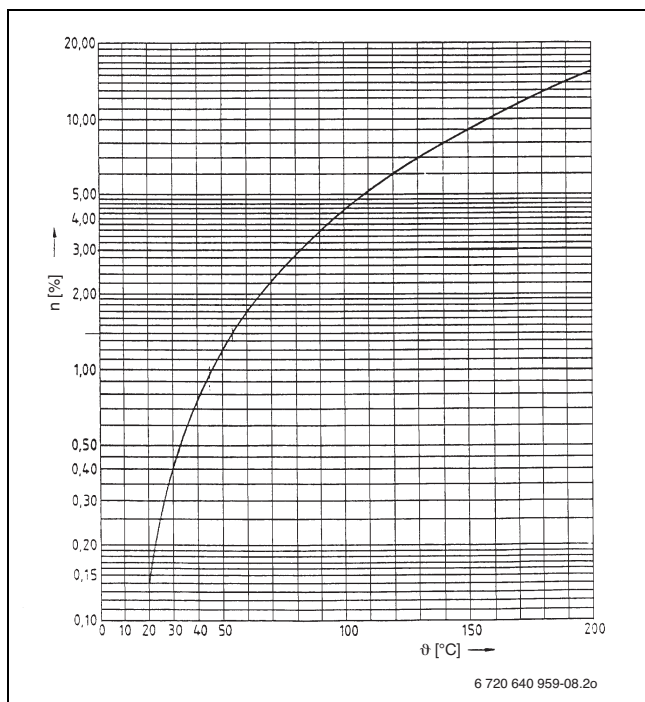

Рис. 57 Расширение воды  $n$  в %, в зависимости от максимальной температуры подающей линии относительно температуры заполнения 10 °C
В отличие от известной практики, увеличение объёма греющей воды определяется при максимальной расчётной температуре отопления, а не при так называемой средней температуре! Значения n приведены на рис. 57.
**Пояснения к рис. 57:**